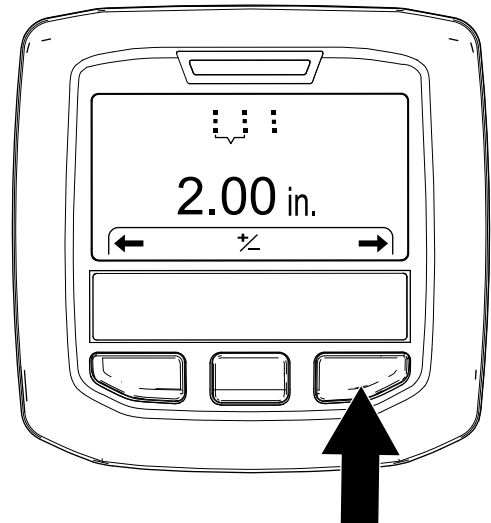

Figura 48
4. Apăsai butonul InfoCenter din dreapta pentru a afia ecranul Setting the Hole Spacing (Setare spaiere găuri) (Figura 48).